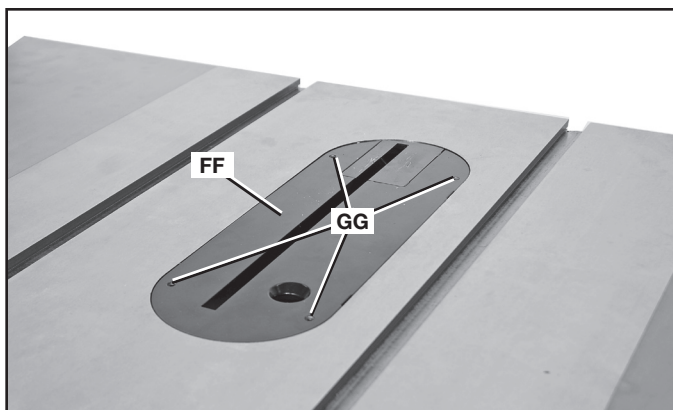

FIG. 25
Le passe-lame (FF) fig. 25 doit être de niveau avec la table de la scie. Si le passe-lame n'est pas de niveau avec la table, régler le passe-lame à l'aide des quatre vis de calage (GG). Monter ou baisser les vis de calage au besoin pour aligner le niveau du passe-lame à celui de la table de la scie.
1. Retirer le passe-lame (FF) fig. 25.